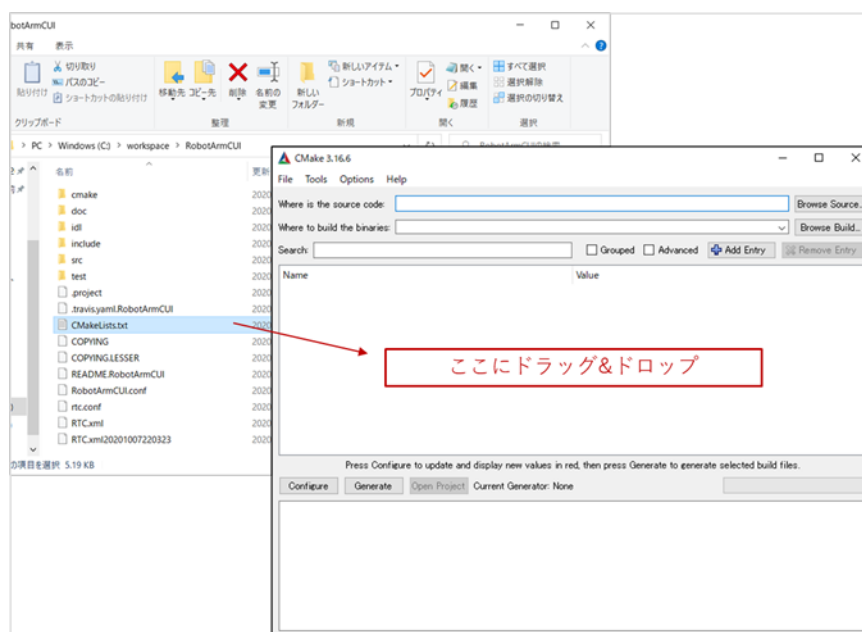

図 9 CMake での作業
- ① CMake を起動する。
- ② 「RobotArmCUI」ディレクトリ内の「CMakeLists.txt」を CMake 上にドラック&ドロップする (図 9)。